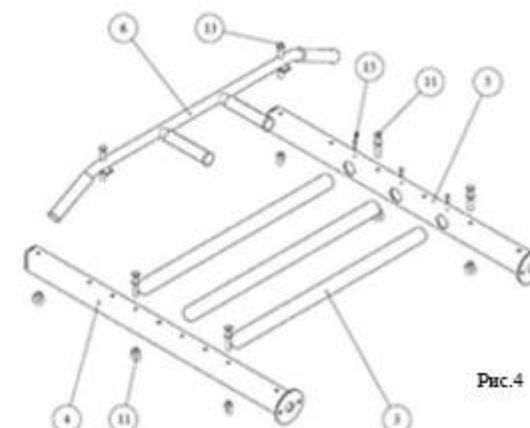

Рис.4
Важно: замерьте наружный размер у двух Стоек, он должен быть равен 71см (рис.4).
Установите турник (6) на кронштейны (4) и (5) и зафиксируйте данный узел с помощью длинного рым-кольца (13) (рис. 4). Данный винт не затягиваем до конца. Далее необходимо замерить наружный размер у двух кронштейнов. Он должен быть равен 71 см. После этого затягиваем до конца все болты и винты на всех узлах крепления турника с кронштейнами и уголках. Далее саморезами (15) фиксируются все перекладины (3) на кронштейнах.